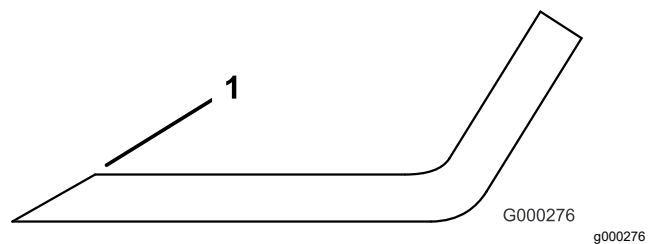

Figura 27
- Examinai marginile de tăiere ale tuturor lamelor i ascuii-le dacă sunt tocite sau crestate (Figura 27).
Notă: Ascuii doar partea superioară a marginii de tăiere i meninei unghiul de tăiere iniial pentru a asigura ascuirea (Figura 27). Lama rămâne echilibrată dacă este îndepărtată aceeași cantitate de metal de pe ambele margini de tăiere.